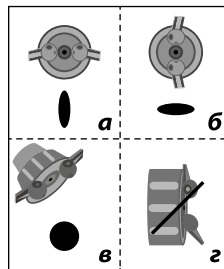

Рис. 3
а) горизонтально - для формирования вертикального факела при окраске вправо-влево (Рис. 3а);
б) вертикально - для формирования горизонтального факела при окраске вверх-вниз (Рис. 3б);
в) разведите сопла краскораспылителя под углом 180° (*ориентация неважна*) – для формирования круглого факела при окраске углов, ребер и труднодоступных поверхностей (Рис. 3в).
ВНИМАНИЕ! Во избежание повреждения изделия и плохого качества работы всегда устанавливайте оба сопла (4) в одинаковое положение (Рис. 3г).